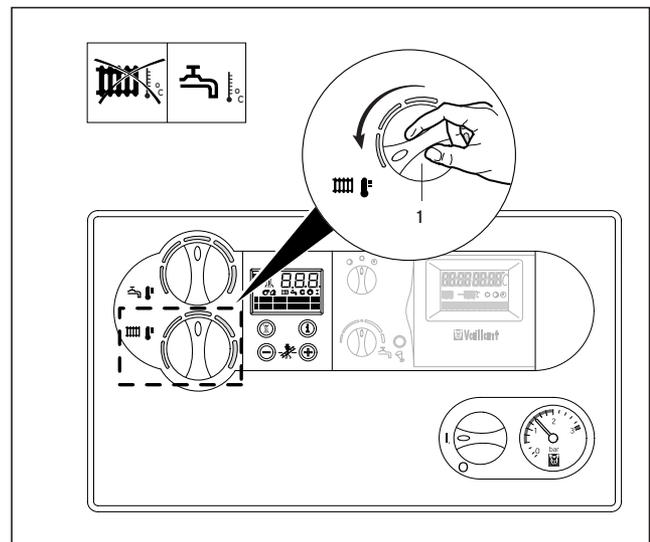

Abb. 3.18 Heizbetrieb ausschalten (Sommerbetrieb)
- Drehen Sie hierzu den Drehknopf (1) zur Einstellung der Heizungs-Vorlauftemperatur auf Linksanschlag (Abb. 3.18).